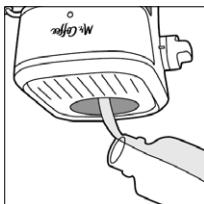

Figura 17
- Llene el depósito de agua hasta el tope con vinagre blancho doméstico no diluido (Figura 17).